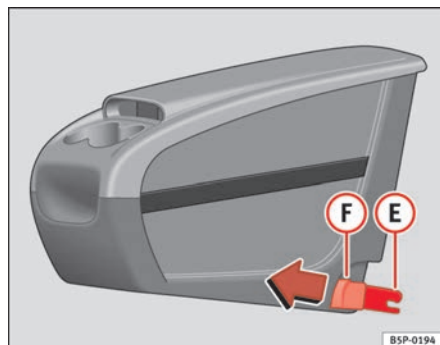
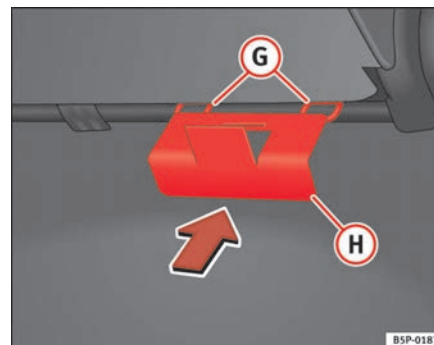

Fig. 112 Cassetto portaoggetti estraibile. Montaggio
Fig. 113 Piastra di fissaggio del cassetto portaoggetti estraibile
- Collocare dall'interno del veicolo la piastra di fissaggio ⑧ ⇒ fig. 113 del cassetto portaoggetti estraibile, facendolo passare attraverso la parte posteriore del sedile. Deve essere collocato fra lo schienale e il piano del sedile, nella zona del posto centrale.
- Agganciare i due pezzi di fissaggio (E) ⇒ pag. 145, fig. 112, con i due anelli di fissaggio (G) ⇒ pag. 145, fig. 113 e premere con forza fino a quando le due pinze si incastrano completamente con gli anelli.
- Tirare in avanti entrambi i pulsanti ⇒ pag. 145, fig. 112 (F) delle pinze (pulsanti rossi), fino a quando non si sente lo scatto.